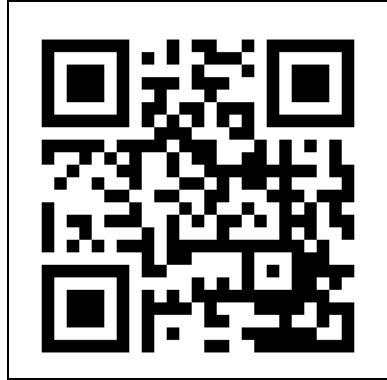

Abbildung 19
1. Öffnen Sie das Eurom Smart App-Handbuch mit dem QR-Code (Abbildung 19) oder gehen Sie zu www.eurom.nl/nl/manuals.